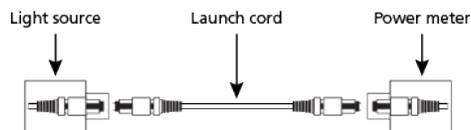

Abbildung 9. Referenztest
1. Setzen Sie eine Referenz zwischen der Lichtquelle und dem Leistungsmessgerät mit dem Vorlaufkabel (siehe Abbildung 9).